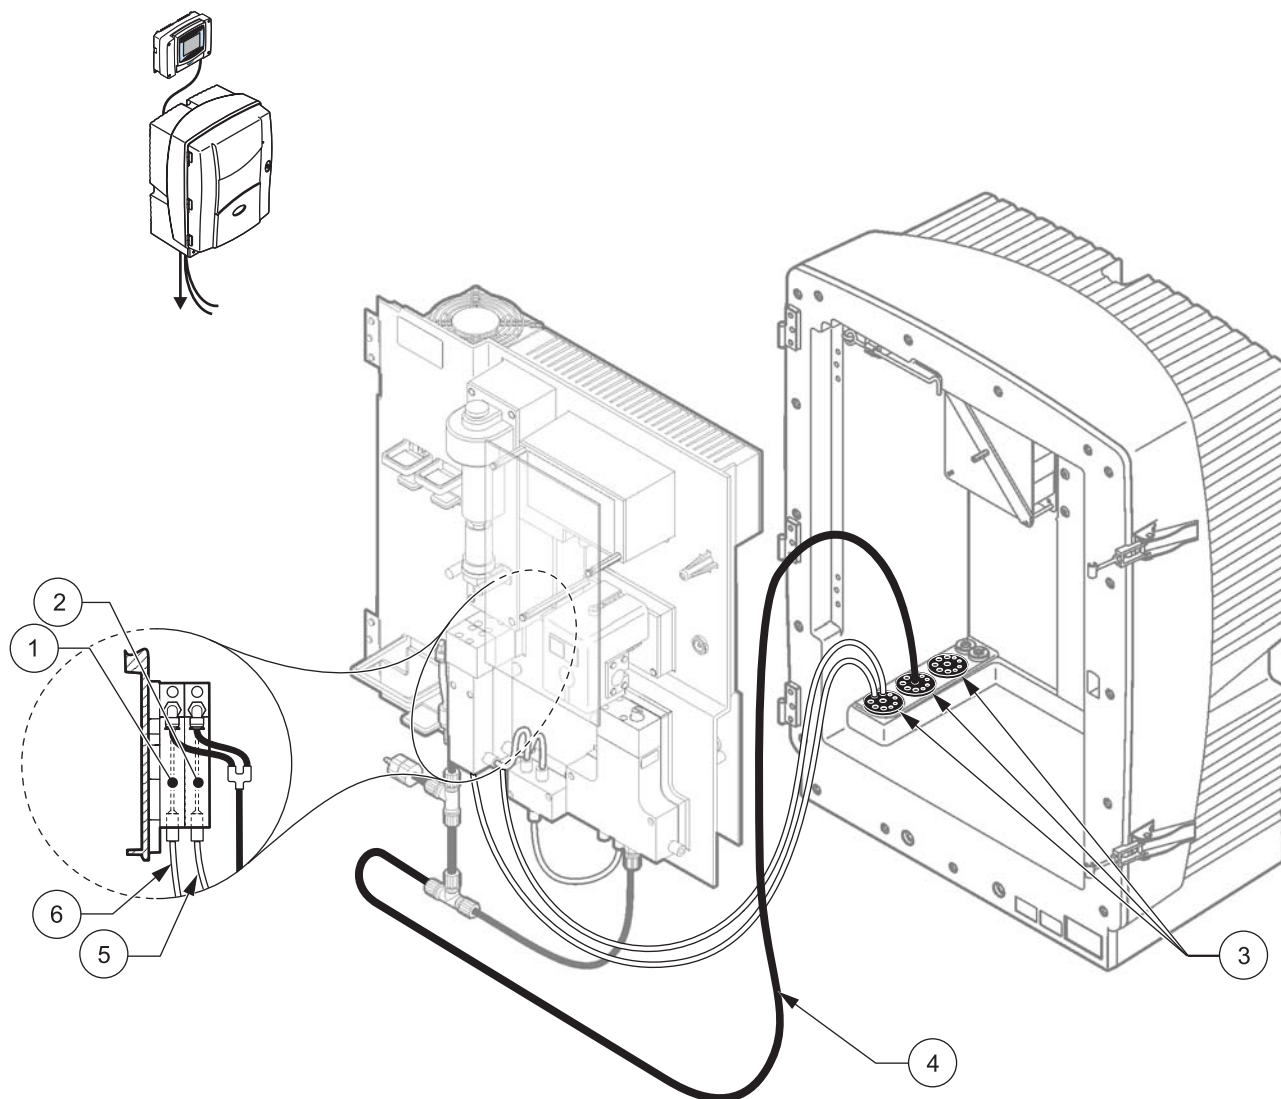

图 35 选项 11a 设置
请参考图 35 以及选项 11a 的以下说明：
3. 使用 3 号密封塞通过分析器引出排放管（图 35，项目 4）。